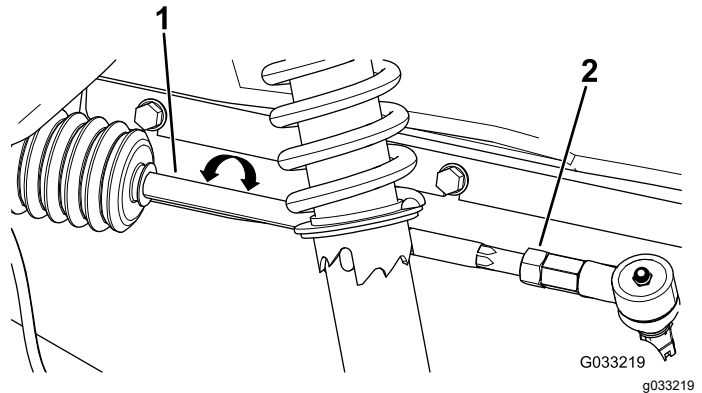

Figura 49
2. Si la distancia no es de 0–6 mm (0–¼"), afloje las contratuercas en el extremo exterior de las bielas (Figura 49).